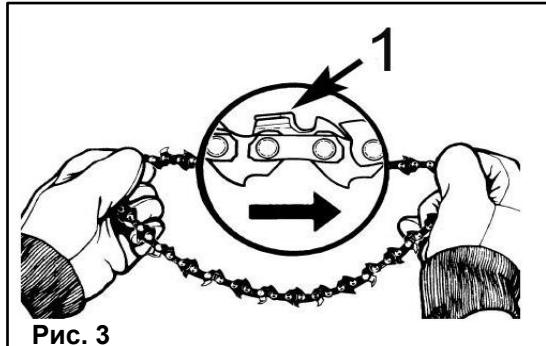

Рис. 3
- Растяните цепь так, чтобы резцы были направлены ПО ЧАСОВОЙ СТРЕЛКЕ к вращению (**Рис. 3**).
- Установите крышку шины (9) на место, удостоверившись, что выравнивающий штифт находится в нижнем отверстии шины. Проверьте, что цепь не соскакивает с шины. Установите предохранительные гайки шины и затяните их вручную.